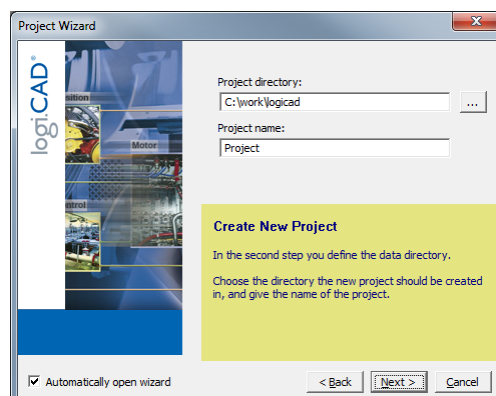

Abbildung 58: Projektname und Pfad
5. Geben Sie einen Projektnamen und einen Pfad an, wo die Projektdateien gespeichert werden sollen (siehe Abbildung 58).